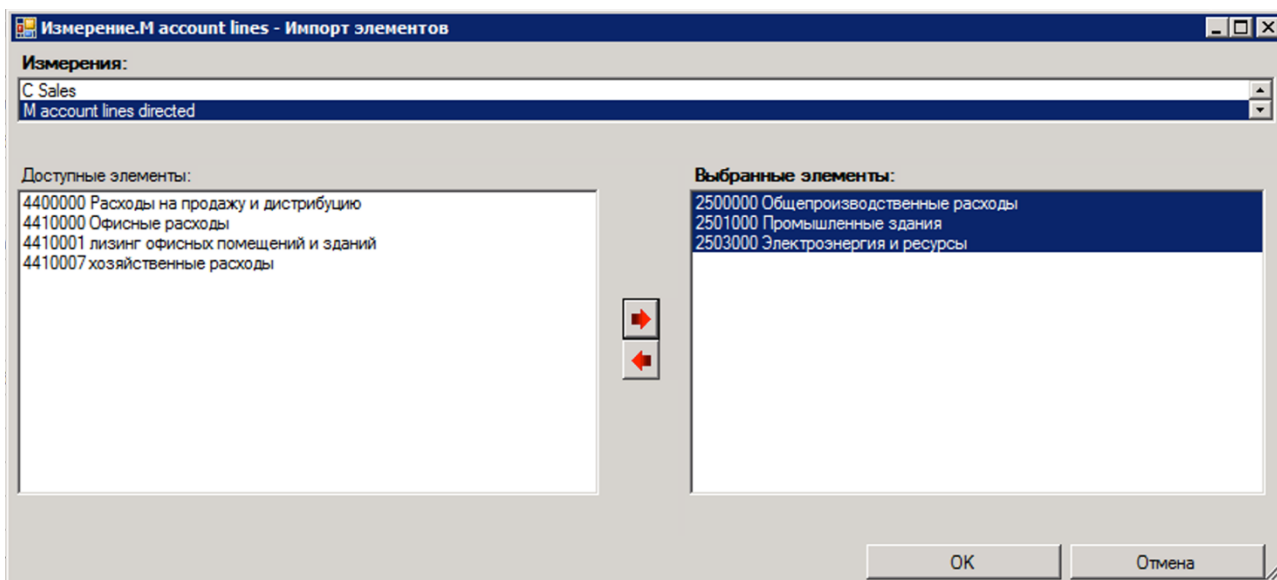

Рисунок 25. Импорт элементов из других измерений модели.
- Импорт из других измерений – открывает диалоговое окно для импорта элементов из других измерений текущей модели (Рисунок 25).
- Удаление элементов – открывает диалоговое окно для выбора элементов измерения, подлежащих удалению (Рисунок 25). При попытке удаления элементов, участвующих в формулах для вычисления других элементов, будет выдано сообщение с запретом такого действия.